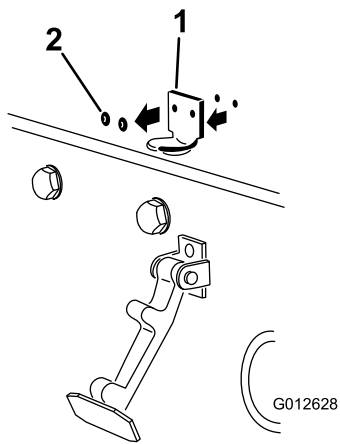

图 17
2. 卸下将机罩门锁支架固定至机罩的铆钉 2 个 图 17。